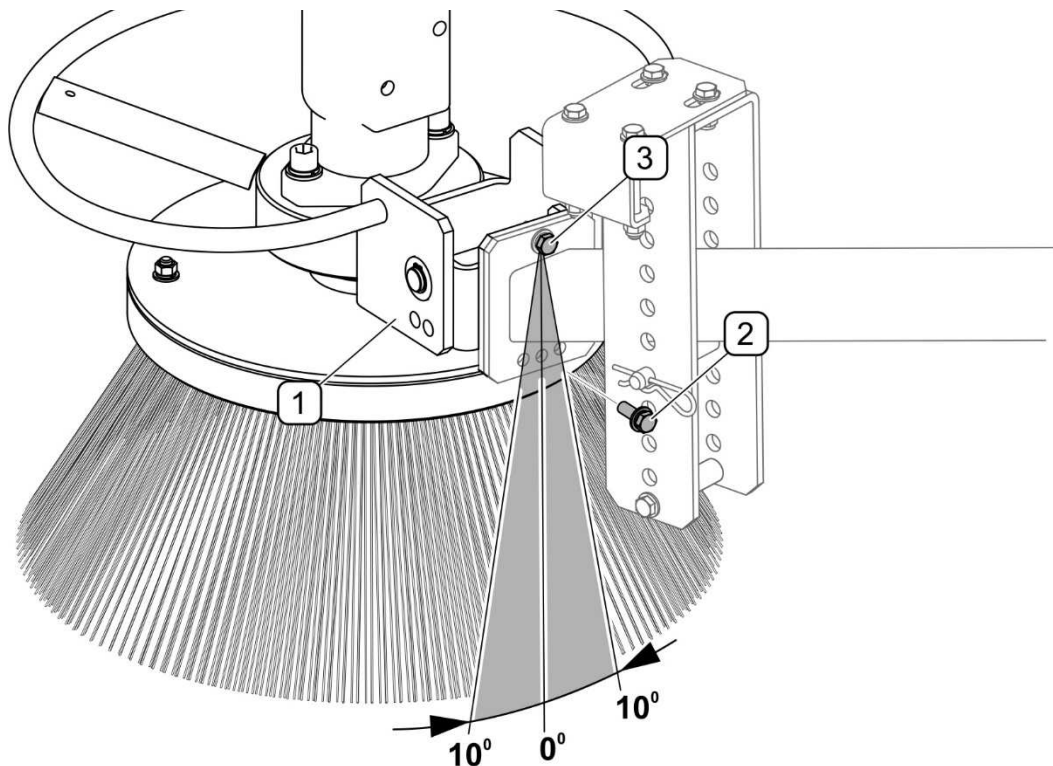

ABB. 5.6 Einstellung der Querneigung
(1) - Halterung des Bürstenkopfes; (2) - Einstellschraube für die Querneigung; (3) - Schraube
Um den Winkel der Querneigung (ABB. 5.6) zu ändern, muss die Einstellschraube (2), herausgeschraubt, die Schraube (3) gelöst und die Halterung (1) entsprechend nach links oder rechts gedreht werden, sodass die Schraube (2) in die entsprechende Öffnung eingeschraubt werden kann. Die Schraube(3) festziehen.